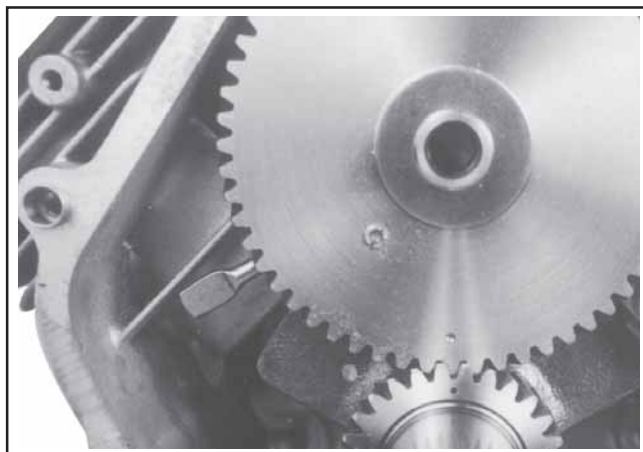

Figure 11-13. Alignement des repères de calage du vilebrequin et de l'arbre à cames.
3. Tourner l'arbre intermédiaire du régulateur dans le sens des aiguilles d'une montre jusqu'à ce que l'extrémité inférieure (lame) repose contre le fond du cylindre. Vérifier que l'arbre intermédiaire reste sur cette position durant l'installation de l'arbre à cames. Voir la Figure 11-13.
4. Glisser l'arbre à cames sur la surface d'appui du carter du moteur en positionnant le repère de calage du pignon de l'arbre à cames à la position 6 heures. Vérifier que les repères du pignon de l'arbre à cames et du train de prise du vilebrequin sont bien alignés. Voir la Figure 11-13.
4. Vérifier que l'extrémité de l'arbre intermédiaire du régulateur repose au fond du cylindre 2 à l'intérieur du carter du moteur. Voir la Figure 11-13.